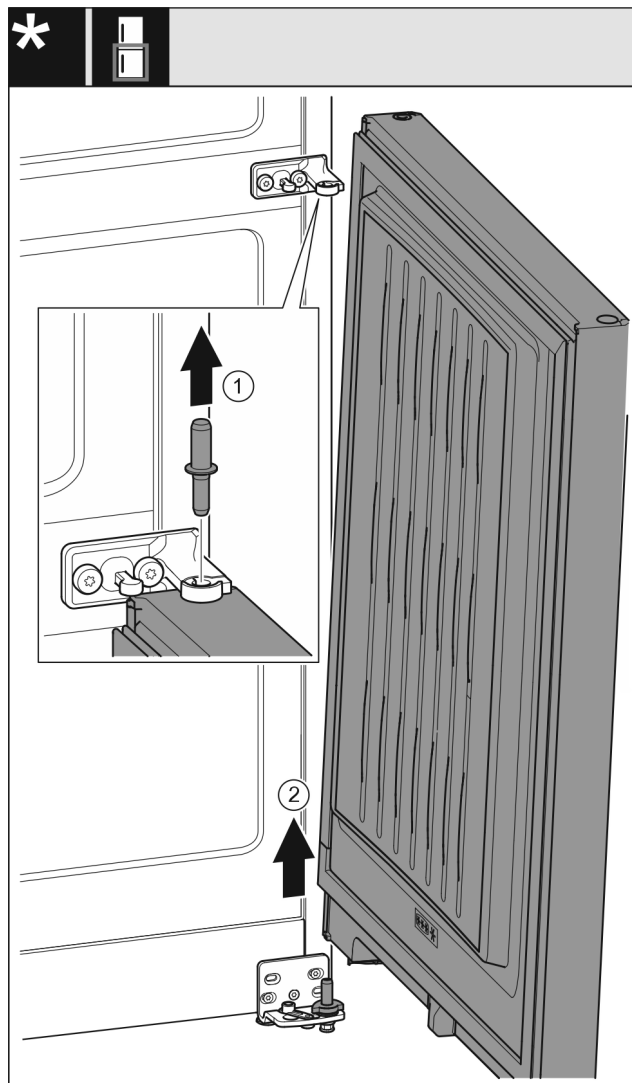

Fig. 8
- ▶ Издърпайте болта нагоре. Fig. 8 (1)
- ▶ Завъртете навън вратата, издърпайте я нагоре и я сложете настрани. Fig. 8 (2)